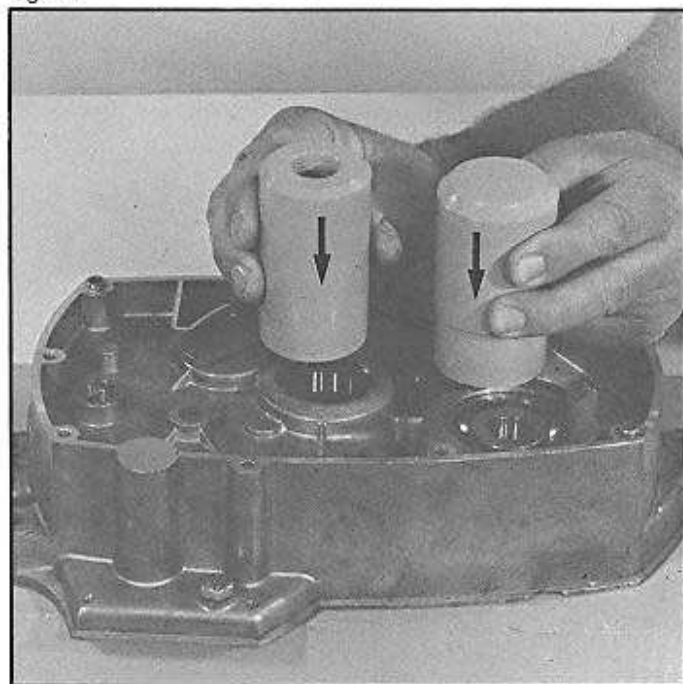

Fig. 70
- Chauffer le carter 80-90°, puis chasser les roulements (fig. 70).